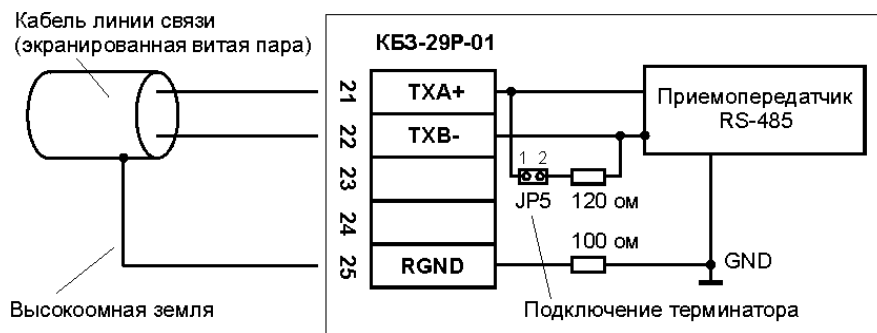

Рисунок 10.9 - Подключение интерфейса с помощью клеммно-блочного соединителя КБ3-29P-01
К интерфейсным входам контроллеров, расположенным в крайних точках соединительной линии необходимо подключить два терминальных резистора сопротивлением 120 Ом (R1 и R2). Подключение резисторов к контроллерам №№ 01-30 не требуется (см.рис.5.1). Подключение терминальных резисторов в блоке преобразования интерфейсов БПИ-485 (БПИ-52) смотри в руководстве по эксплуатации на блок преобразования интерфейсов БПИ-485 (БПИ-52). Подключение терминальных резисторов в контроллерах МИК-51 см. рисунок 10.9, 10.10.
10.3.5.1 Подключение интерфейса с помощью клеммно-блочного соединителя КБ3-29P-01 (КБ3-29K-01, КБ3-29C-01) представлено на рис. 10.9.